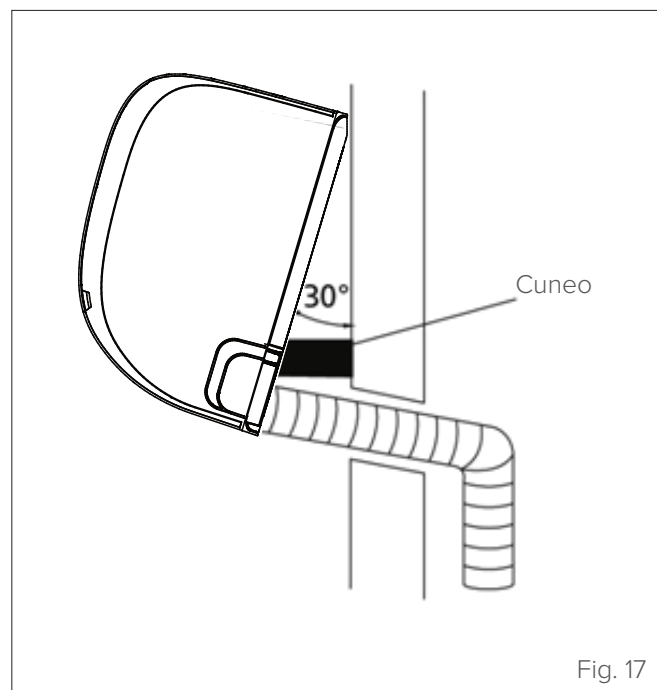

Fig. 17
- 2 Usare una staffa o un cuneo per sollevare l'unità in modo da avere spazio sufficiente per collegare le linee frigorifere, i cavi elettrici e il tubo di drenaggio (vedere "Fig. 17").